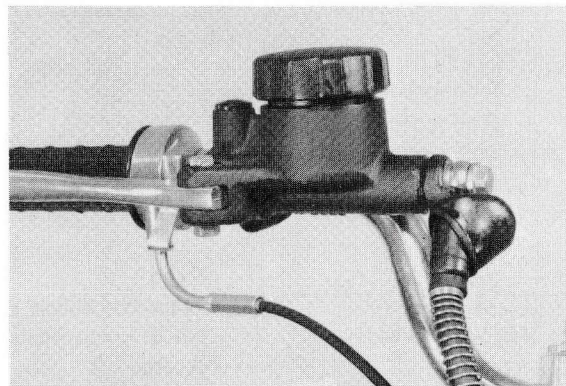

Fig. 3-3-31
- 1) Avlägsna bromshandtaget. Var noggrann så att bromshandtagets fjäder ej kommer att sättas i fel ställe. (Se Fig. 3-3-31)
- 1) Bremsegreb fjernes. (Pas på at De ikke smider bremsegrebstjederen bort.) (Fig. 3-3-31)